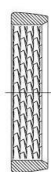

Figure 8
4. L'anneau de serrage n° 6950 (fig. 8) doit être remplacé après chaque démontage.